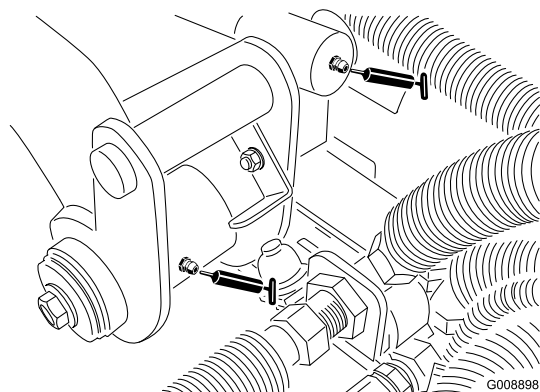

Figura 32
- Articulação do braço de elevação traseiro e cilindro de elevação (2) (Figura 32)